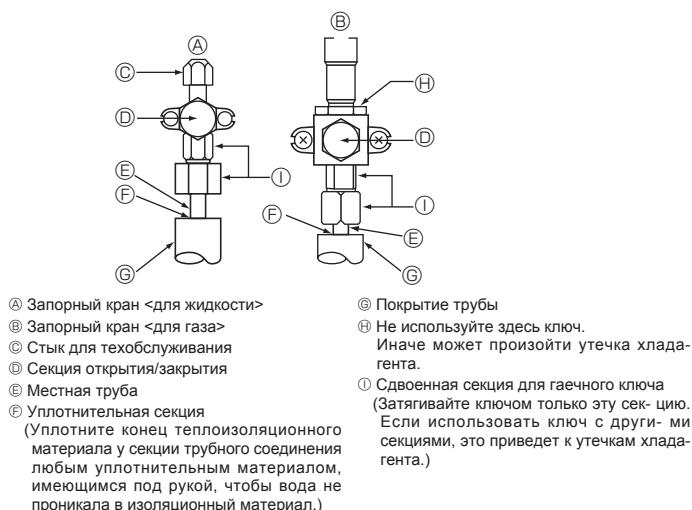

Fig. 4-5
- ① Подсоедините трубопроводы хладагента к устройству, предназначенному для установки внутри/вне помещения, при полностью закрытом запорном вентиле устройства для установки вне помещения.
- ② Произведите вакуумную продувку воздуха из внутреннего прибора и труб соединения.
- ③ После соединения труб хладагента проверьте соединенные трубы и внутренний прибор на наличие утечек газа. (См. 4.4. "Метод проверки герметичности трубопровода хладагента".)
- ④ Высокопроизводительный вакуумный насос установлен у сервисного порта запорного клапана для поддержания вакуума в течение соответствующего времени (по крайней мере, в течение 1 часа после достижения разрежения в -101 кПа (5 торр)), чтобы обеспечить вакуумную сушку внутри труб. Всегда проверяйте степень вакуума при использовании кратковременного разрежения не достигается. После вакуумной сушки, полностью откройте запорные клапаны (и жидкостный, и газовый) наружного прибора. Эта процедура завершает соединение контуров охлаждающих жидкостей внутреннего и наружного приборов.
- ⑤ Для предотвращения пропитывания изоляционного материала на торцах труб водой производите уплотнение соединений трубопроводов герметиком.
4.4. Метод проверки герметичности трубопровода хладагента (Fig. 4-5)